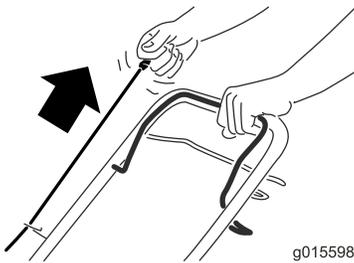

Figura 14
2. Puxe o manípulo do arrancador de retrocesso (Figura 14).